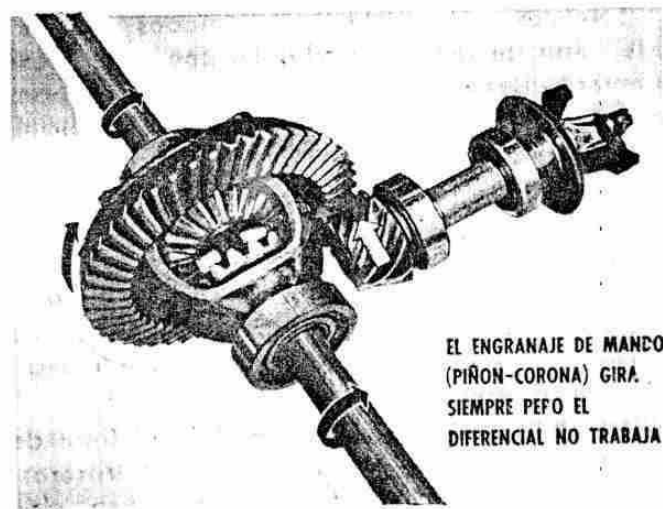

Fig. 195. — Funcionamiento del diferencial y del engranaje de mando del puente trasero, con el vehículo "marchando en línea recta".
A) Marchando en línea recta, solamente por un camino llano, sin baches, el diferencial no trabaja (Fig. 195).